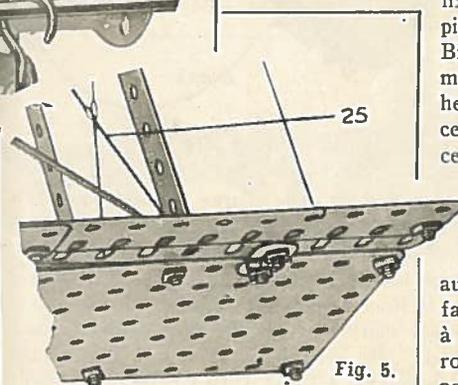

Fig. 5.
Les Lisses pour Métier (pièce N° 101) qui sont établies spécialement pour le Métier à Tisser Meccano (voir la feuille d'instructions spéciale N° 16 donnant la description de ce modèle), mais s'emploient souvent différemment dans diverses structures Meccano. C'est ainsi que les câbles reliant les ailes du super-modèle Meccano de Biplan à Trois Moteurs (voir feuille d'instructions spéciale N° 34) sont représentés par des Lisses pour Métier. La Fig. 5 représentant une partie de l'aile inférieure du Biplan fait voir deux de ces câbles croisés (25) formés de Lisses pour Métier.
On voit sur la Fig. 5 une Charnière Meccano servant de jointure entre une aile du Biplan Meccano et son aileron. Cette pièce est excessivement utile pour le montage de portes et d'autres parties articulées dans les modèles. Elle est aussi souvent employée à la place de boulons à contre écrous là où il s'agit de faire pivoter une partie quelconque d'un modèle.